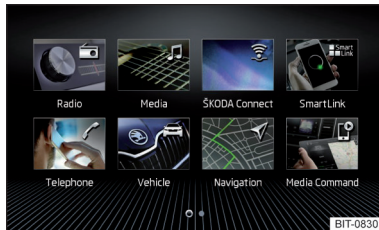
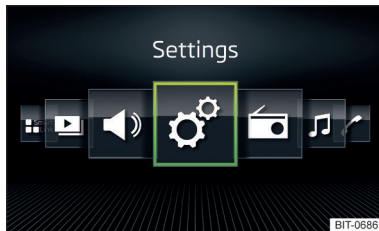

Abb. 143
Abb. 144
- › Die Option **Raster-Anzeige** » **Abb. 143** oder **Horizont. Anzeige** » **Abb. 144** wählen.